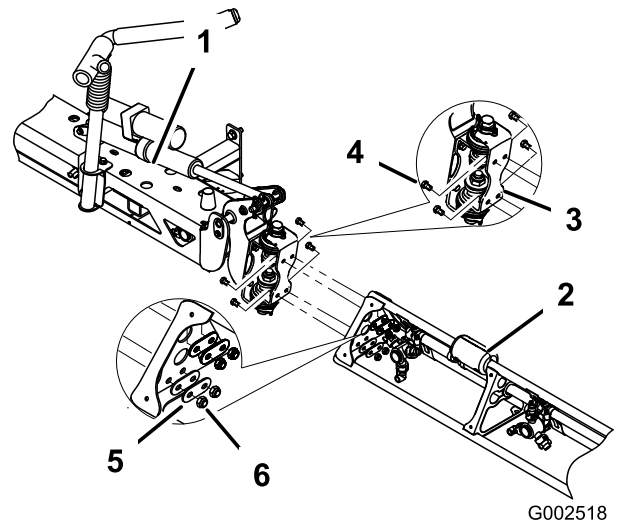

図 29
7. ヒンジ・プレートのところで、エクステンション・ブームを中央ブームに取り付ける；ステップ6で取り外したボルト4本、ワッシャ4枚、ナット4個を使い、図 29のように取り付ける。